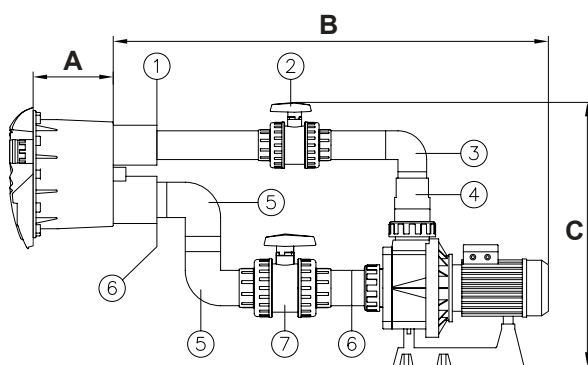

Fig. 6
- Incollare la boccola ridotta da 75x63 mm (n.1, Fig. 6) nella presa di mandata della nicchia (vedi Fig. 6).
- Incollare un tubo Ø 63mm (*) alla boccola ridotta (n.1, Fig. 6).
- Incollare la valvola Ø 63mm. (n.2, Fig. 6) al tubo Ø 63mm (*).
- Incollare il tubo Ø 63mm (*) alla valvola Ø 63mm (n.2, Fig. 6).
- Incollare il gomito Ø 63mm. (n.3, Fig. 6) al tubo Ø 63mm (*).
- Incollare il tubo Ø 63mm (*) al gomito (n.3, Fig.6).
- Incollare la riduzione conica 90/75/63 mm (n.4, Fig. 6) al tubo Ø 63mm (*) e al raccordo della pompa Ø 90mm.
- Incollare la boccola ridotta da 90x75 mm (n.6, Fig. 6) alla presa di aspirazione della nicchia (vedi Fig. 6).
- Usando un tubo Ø 75mm (*) incollare un gomito Ø 75mm (n.5, Fig. 6) alla boccola ridotta (n.6, fig. 6).
- Usando un tubo Ø 75mm (*) si unirà l'altro gomito Ø 75mm (n.5, Fig. 6) al gomito già incollato (vedi Fig. 6).
- Incollare la valvola Ø 75mm (n.7, Fig. 6) al gomito (n.5, Fig. 6) utilizzando un tubo Ø 75mm (*), per unirli.
- Incollare un tubo Ø 75mm (*) alla valvola (n.7, Fig. 6).
- Incollare una boccola ridotta 90x75 mm (n.6, Fig. 6) al tubo Ø 75mm (*) ed al raccordo della pompa Ø 90mm.